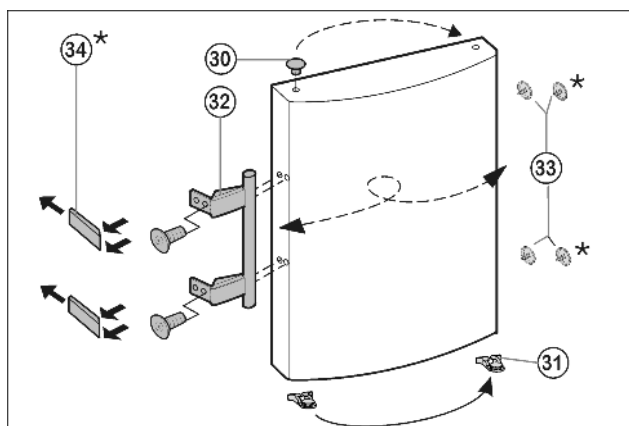

Fig. 9
- ▶ Enlever le bouchon Fig. 9 (33) du coussinet de la porte et le mettre de l'autre côté.
- ▶ Démontez la poignée de porte Fig. 9 (32), le bouchon Fig. 9 (33) et les plaques d'appui Fig. 9 (34) puis les repositionner sur le côté opposé.